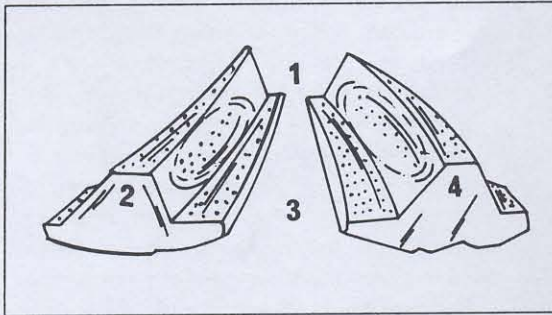

Bild 273
- Falls man Tuschierpaste hat, kann man den Zahnabdruck von Teller- und Kegelrad kontrollieren. Dazu einige Zähne mit der blauen Paste einschmieren und das Kegelrad einige Male durchdrehen. Ein Abdruck verbleibt dabei auf den Zähnen des Tellerrades. Diesen Abdruck mit Bild 273 vergleichen. Falls die blaue Farbe an irgendeiner anderen Stelle hinterlassen wird, muss der Achsantrieb ebenfalls überholt werden.